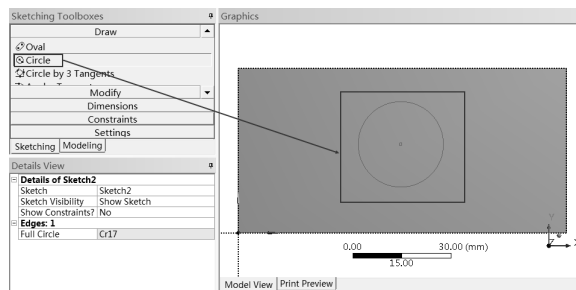

图 3-82 草绘圆
Step11：单击 Sketching 选项卡，弹出如图 3-82 所示的草绘操作面板，选择 Draw Circle 命令草绘圆，在绘图区域草绘一个圆形。